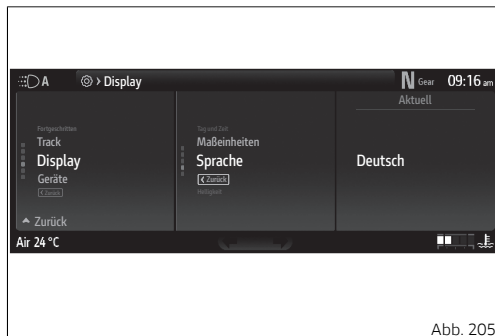

Abb. 205
- Die Angabe „Sprache“ wählen, dann wird (die aktuelle Sprache angezeigt Abb. 205 S.245) und die Taste ○ kann gedrückt werden.